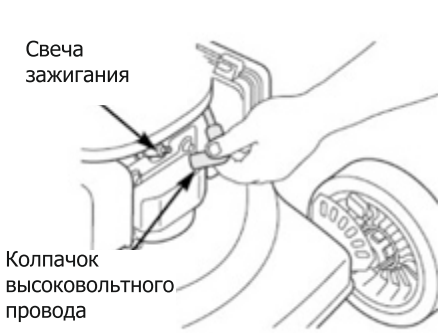

Рис. 33
- Для обеспечения хорошей работы двигателя, электроды свечи зажигания должны быть очищены от отложений и иметь правильный зазор. Отсоедините колпачок и высоковольтный провод от свечи зажигания и очистите область вокруг свечи (рис. 33).
- Измерьте зазор между электродами свечи, корректный зазор должен быть в пределах (0,7~0,8 мм) (рис. 33). При необходимости отрегулируйте.